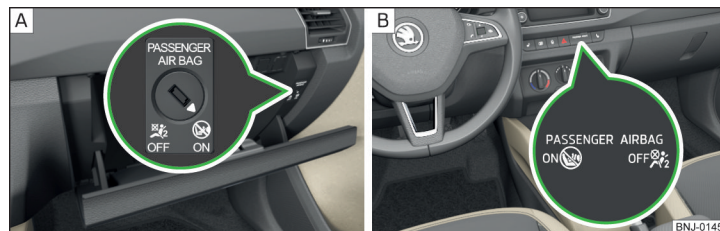

Fig. 12 Nøglekontakt til forsædepassagerens frontairbag / Kontrollampe til forsædepassagerens frontairbag
Forsædepassagerens frontairbag kan frakobles med nøglekontakten » Fig. 12 på side 18 – A.
Nøglekontaktens positioner » Fig. 12 – A
- Drej forsigtigt slidsen i nøglekontakten » Fig. 12 – A til position **OFF** med nøglen.
➤ Kontroller, at kontrollampen **OFF** under teksten **PASSENGER AIRBAG** » Fig. 12 - **B** lyser, efter at tændingen er blevet tilsluttet.
➤ Drej forsigtigt slidsen i nøglekontakten » Fig. 12 - **A** til position **ON** med nøglen.
➤ Kontroller, at kontrollampen **ON** under teksten **PASSENGER AIRBAG** » Fig. 12 - **B** lyser, efter at tændingen er blevet tilsluttet.